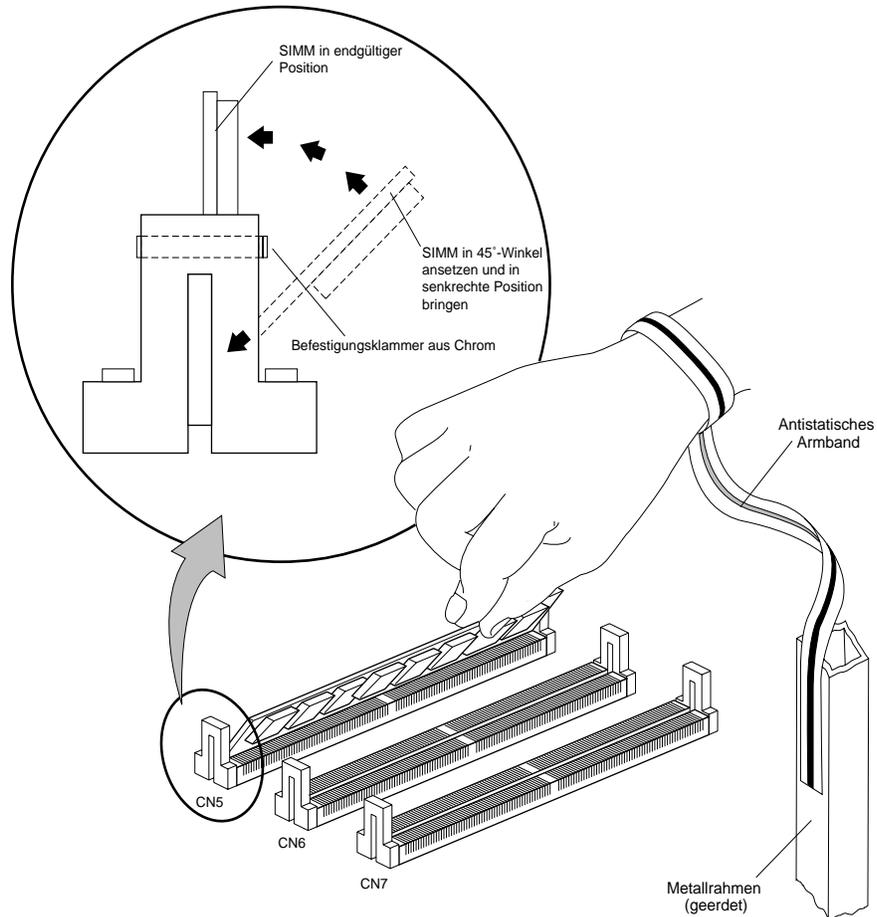

Abbildung 4-41 SIMM-Installation
9. Die nächsten drei Schritte sind in Abbildung 4-41 dargestellt:
- a) Schieben Sie die Speichermodule in einem Winkel von 45° in die freien Stecksockel (siehe Abbildung 4-41), wobei sich die Kerbe jeweils auf der rechten Seite des Moduls befinden muß.